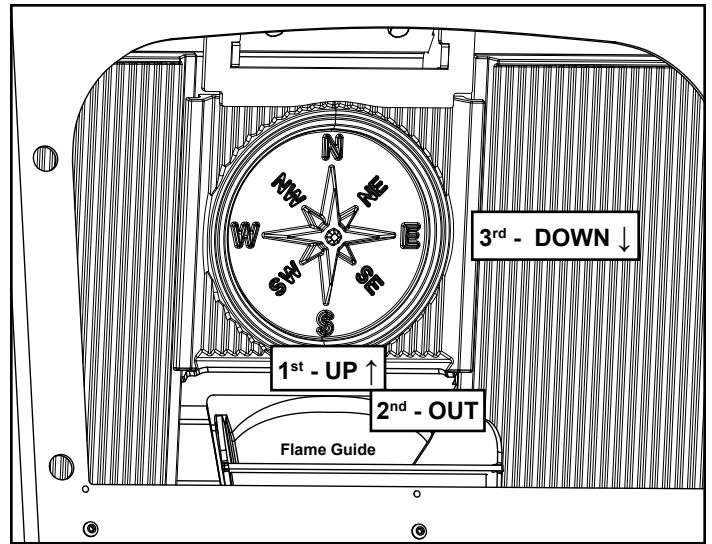

Figure 2.2
3. Tire vers le bas sur les coins du médaillon jusqu'à ce que le haut soit relâché de l'élément de retenue qui maintienne le haut aligné lorsqu'il est en place. Figure 2.2.